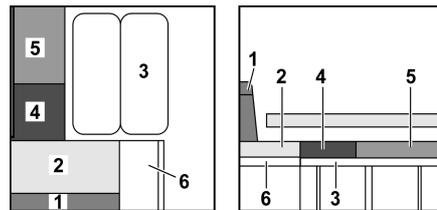

Bild 152 Während des Umbaus
- Sitzbankverlängerung (Bild 152,6) nach oben klappen und mit Klappe verkeilen.